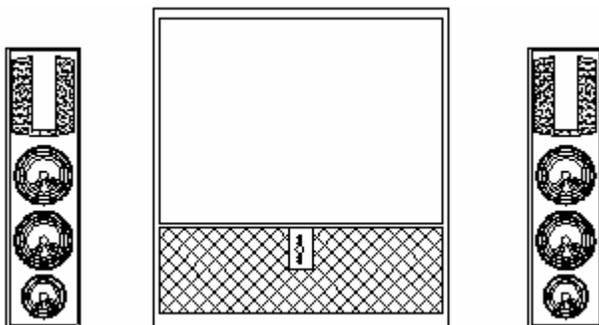

图 2-2-35
**STEP 31** 使用复制命令 COPY 将绘制好的如图 2-2-34 所示的音箱复制一个放在右边, 如图 2-2-35 所示。